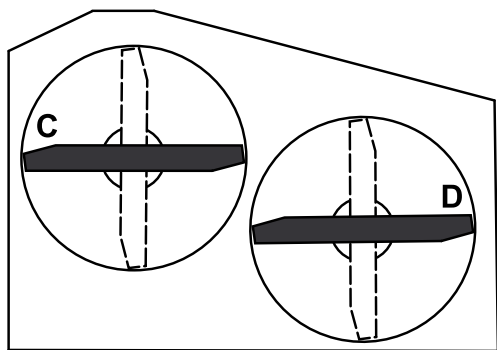

Figura 58
2. Posicione as lâminas lateralmente. Meça nos locais **C** e **D** numa superfície nivelada à extremidade de corte das pontas das lâminas (Figura 58).